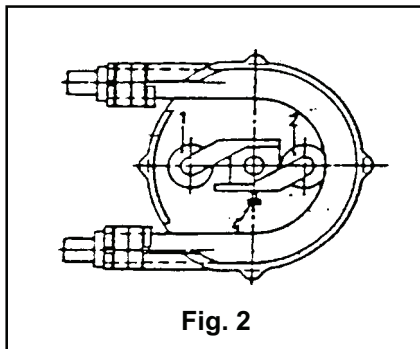

Fig. 2
2) Allentare le viti 4 e arretrare il rullo 2. Non operare sul rullo 1 (Fig. 2).
2) Unscrew the screws 4 and move backwards the roller 2. Do not move roller 1 (Fig. 2)